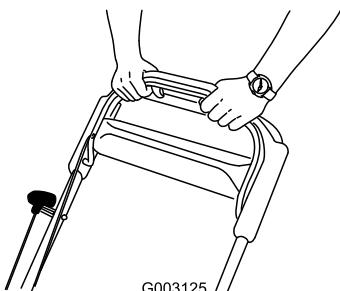

Рисунок 22
- Удерживайте штангу управления ножом прижатой к рукоятке (Рисунок 22).